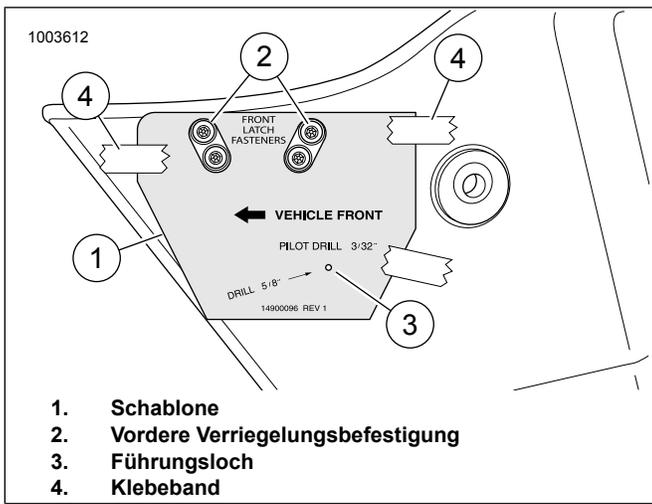

Abbildung 1. Schablone und Satteltasche
1. Siehe Abbildung 1. Die Schablone (1) auf die Außenseite der Satteltasche legen. Die ovalen Schablonenlöcher passen über die vordere Verriegelungsbefestigung (2). Die Schablone mit Klebeband (4) befestigen.
2. Ein 3/32-in-Führungsloch (3) vorbohren.